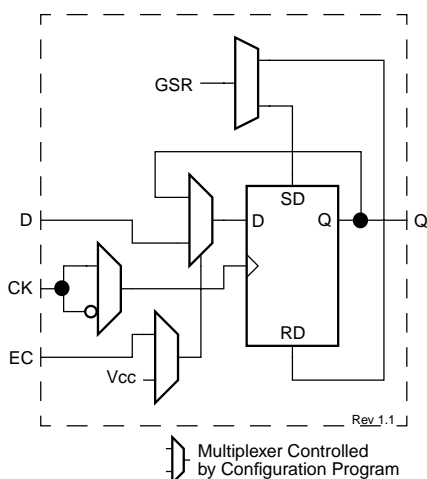

図 6 : IOB フリップフロップの機能ブロック図
また、このレジスタの簡略化したブロック図を図 6 に示します。
レジスタ選択の指定は該当するライブラリシンボルを配置することにより行われます。例えば、IFD は基本入力フリップフロップ (立ち上がりエッジトリガ) で、IDL は基本入力ラッチ (トランスペアレント High) です。反転クロックを使う派生も使用することができます。図 6 に示す CK ライン上には、クロック信号のインバータも示しております。
CLB レジスタの場合と同様に、GSR 信号を使用して、入力レジスタと出力レジスタを INIT 属性またはプロパティの値に応じて、セットまたはクリアすることができます。2 個のフリップフロップは、リセット時とコンフィギュレーション後に、セットまたはクリアするように個別にコンフィギュレーションすることができます。グローバル GSR ネット以外に、I/O フリップフロップに対するユーザ制御のセット / リセット信号はありません (図 6 参照)。セットまたはクリアの選択は、フリップフロップの初期状態と GSR パルスに対する応答の両方に適用されます。
各 IOB 内の入力フリップフロップおよび出力フリップフロップには、共通のクロック イネーブル入力 (EC) があります。このクロック イネーブルは、コンフィギュレーション時に、入力または出力フリップフロップあるいは両フリップフロップを個々に起動することができます (図 6 の EC 信号を参照)。このクロック イネーブルは、Spartan シリーズ CLB の EC ピンとまったく同じ動作をします。この信号は、IOB 内部で反転することはできません。